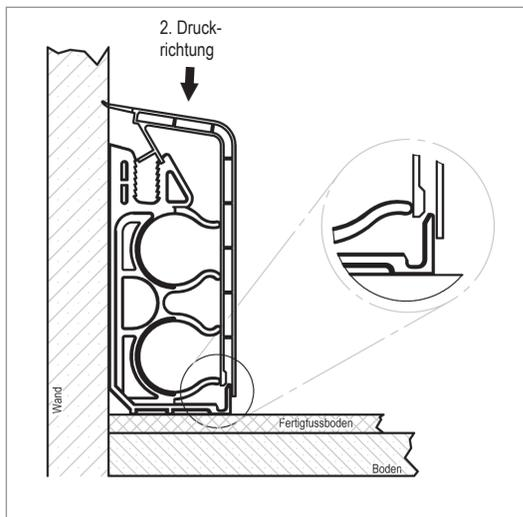

Abb. 19
- Dann die Sockelleiste unter leichtem Anpressdruck gegen die Schelle nach unten führen bis die Sockelleiste auf den unteren Führungslaschen sitzt und sich in der oberen Nut eingehängt hat (Abb. 19 und 20).